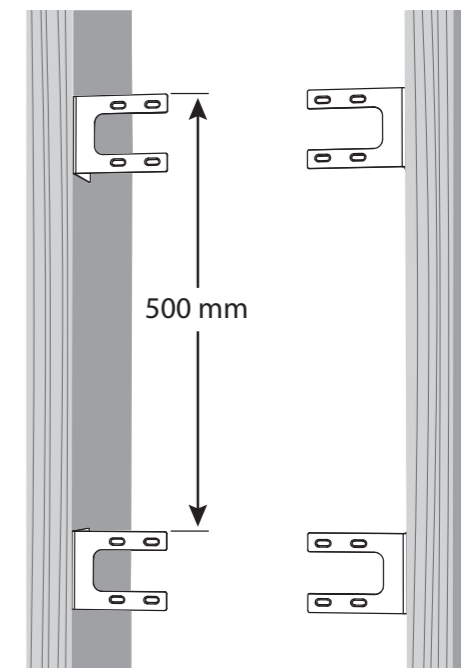

Fig. 1 Screw the back can brackets to the ceiling joists
2. Coloque los soportes como se muestra en la Fig. 1, asegurándose de que las caras inferiores de los soportes estén alineadas con la cara inferior de las vigas del techo. Asegure cada soporte a la viga del techo con cuatro tornillos por soporte.